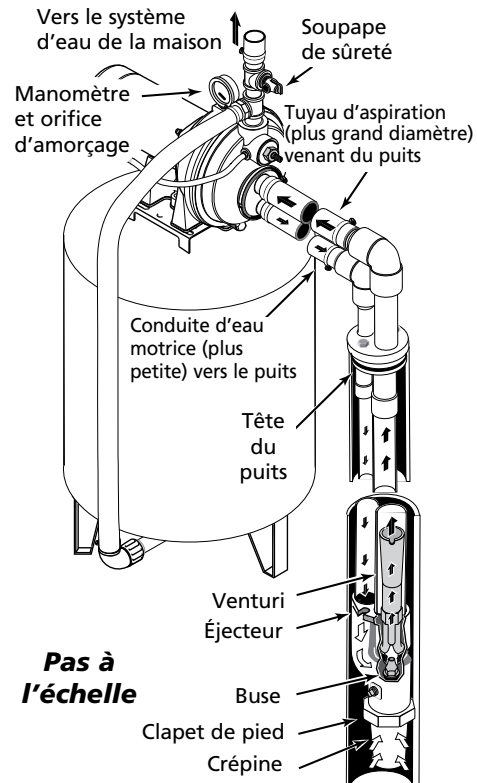

Figure 8 – Puits profond de 4 pouces et de plus grand diamètre
Installation sur un nouveau puits profond, Puits de 4 pouces de diamètre ou plus grand (Figure 8)
1. Poser un ensemble d'éjecteur Berkeley modèle BK4800 (vendu séparément). Voir la Figure 8. Suivre les instructions fournies avec le nécessaire de façon à assortir la buse et le venturi en fonction des conditions du puits.